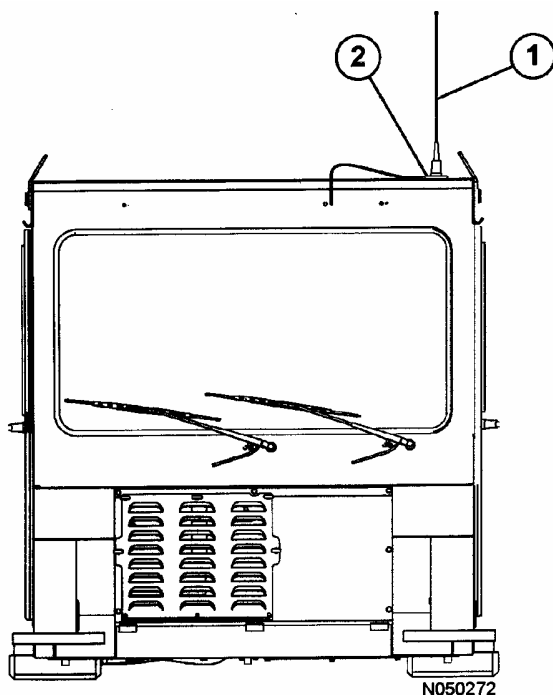

FIGURA 5-10. ANTENA ORBCOMM
3. Módulo Interface (IM)
El controlador Orbcomm transmite los datos a través de la antena (1, Figura 5-10) montada en la parte superior de la cabina con el montaje magnético (2). El cable coaxial de la antena se enruta a través de la cabina para protegerlo contra daños. Si la antena o el cable coaxial se dañan, cambie la parte.